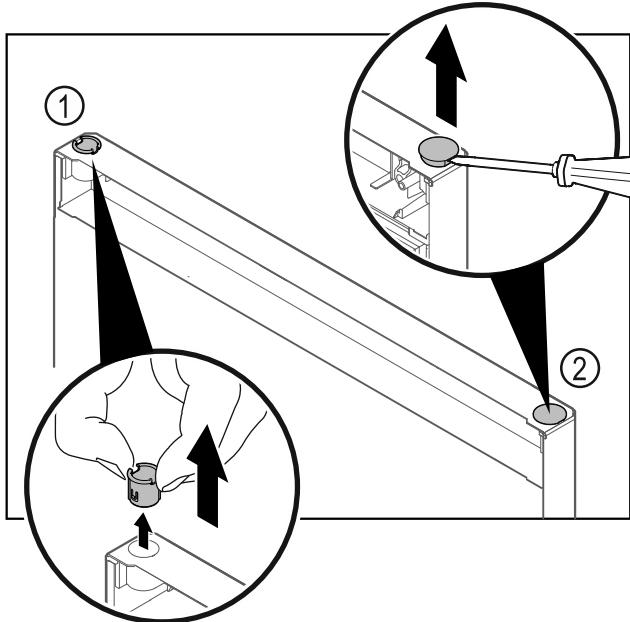

Fig. 24
- ▶ Vytiahnite puzdro závesu Fig. 24 (1) prstami.
- ▶ Plochým skrutkovačom opatrne nadvihnite kryciu zátku Fig. 24 (2) a vytiahnite ju.